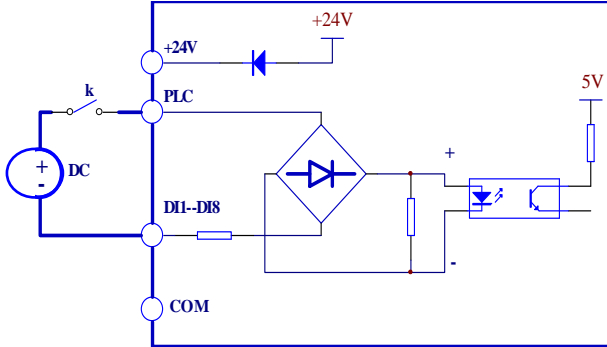

图 3-22 使用外部电源的接线方式
- 2) 使用外部电源, 源极接线方式如图3-22 (注意去除PLC与24V端子间的连接线)。